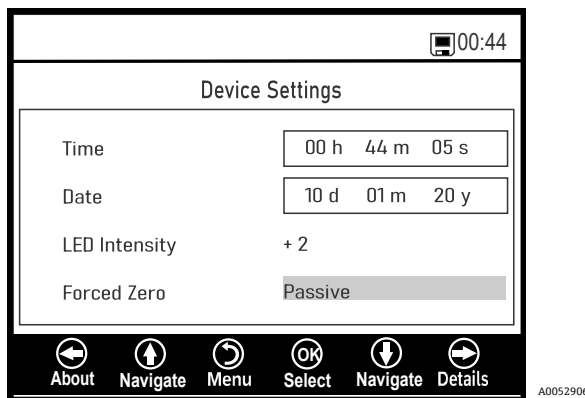

図 26. Device Settings (機器設定) 画面
- Date (日付) /Time (時刻) : 日付と時刻の設定 → 図 26 を参照してください。
電源喪失が起こった場合、日付と時刻がゼロにリセットされます。新しい測定を開始する前に Time (時刻) と Date (日付) をリセットして、データとともに正しい時間が保存されるようにしてください。日付と時刻の設定 → 図 26 を参照してください。